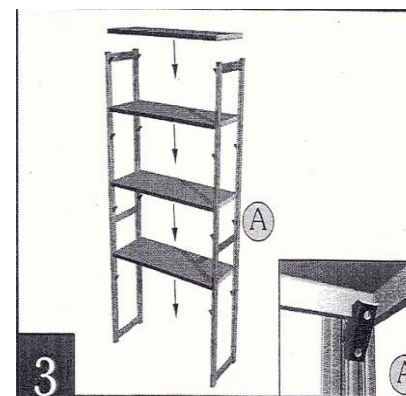

Рис.3 Установка полок
3. Установите спаренные стойки на расстоянии 700мм, 1000мм (в зависимости от типоразмера полок) кронштейнами друг к другу, опустите одну сторону полки на кронштейны до упора, а затем с усилием нажмите на противоположный край полки до полного зацепления **(рис.3)**